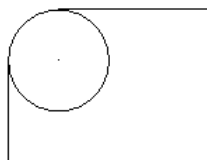

图 3.13.7 圆形
- ☑ **循环** 选项：用于设置创建与指定的图素相切的圆，如图 3.13.7 所示。